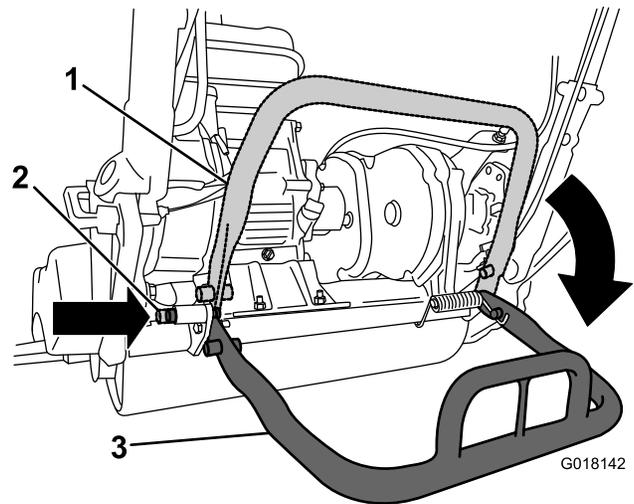

图5
2. 放下支撑架并推入锁定销，将支撑架锁定在维修位置（图5）。机器可以停放在锁定的支架上。